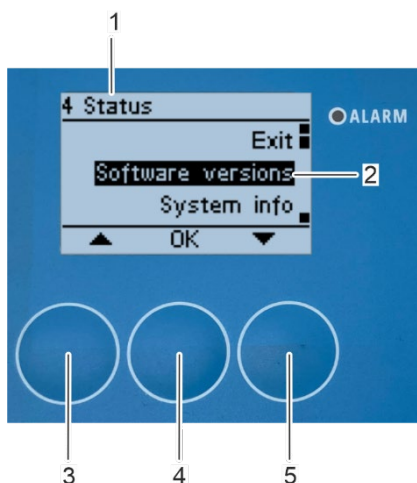

Figura 172: Abrir el submenú «Versión de software»
- ⇒ Aparecerá en pantalla el submenú «4 Estado» (Figura 172/1).
1. Seleccione el submenú «Versión de software» (Figura 172/2) mediante los botones de flecha [arriba] (Figura 172/3) y [abajo] (Figura 172/5).
2. Confirme la selección pulsando [Aceptar] (Figura 172/4).